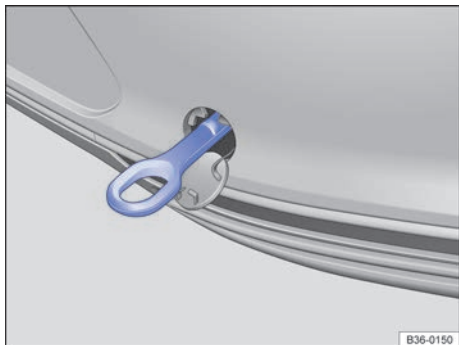

Fig. 246 En el lado derecho del paragolpes trasero: argolla de remolque enroscada.
- Enrosque la argolla de remolque en el alojamiento girándola al máximo **en el sentido contrario al de las agujas del reloj** → fig. 246 → ⚙️. Utilice un objeto adecuado con el que pueda enroscar completa y firmemente la argolla de remolque en su alojamiento.